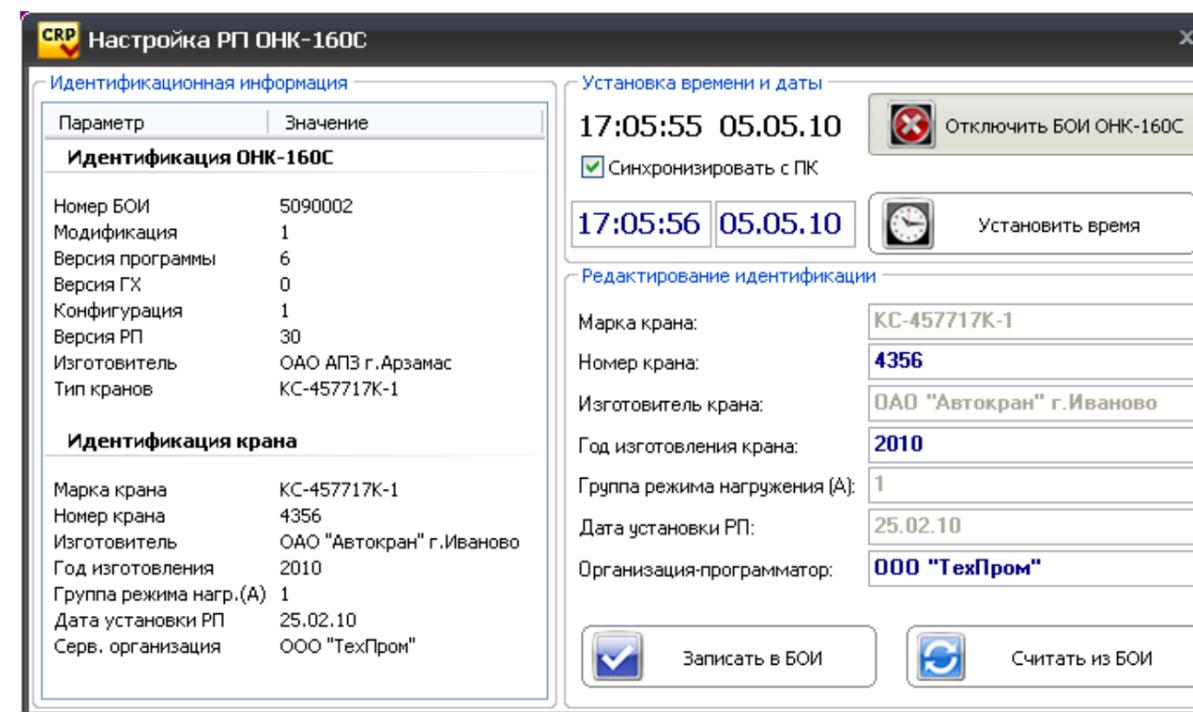

Рисунок 25. Настройка РП ОНК-160С.
8. В появившемся окне «Настройка РП ОНК-160С» (Рисунок 25) в разделе «Установка времени и даты» нажать кнопку «Подключить БОИ ОНК-160С».
После установки связи с БОИ ОНК-160С программа начнет выдавать с периодичностью 1 секунда следующую информацию (Рисунок 25):